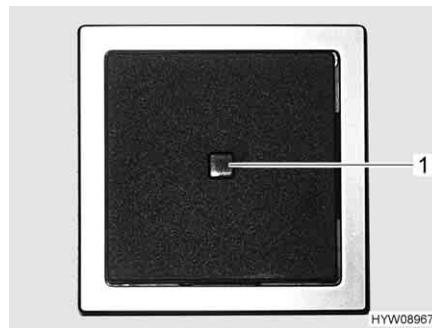

Fig. 130 Interruttore di comando per scaldaacqua
Con l'interruttore di comando (Fig. 130,1) si inserisce la modalità di funzionamento elettrico. La spia di controllo (Fig. 130,2) nell'interruttore deve accendersi.
- Inserire l'interruttore di comando (Fig. 130,1). La spia di controllo (Fig. 130,2) nell'interruttore si accende. L'acqua nello scaldaacqua viene riscaldata a 65 °C.
- Spegnere l'interruttore di comando (Fig. 130,1). La spia di controllo (Fig. 130,2) nell'interruttore si spegne.
- Spegnere l'interruttore di comando (Fig. 130,1). La spia di controllo (Fig. 130,2) nell'interruttore non si accende.